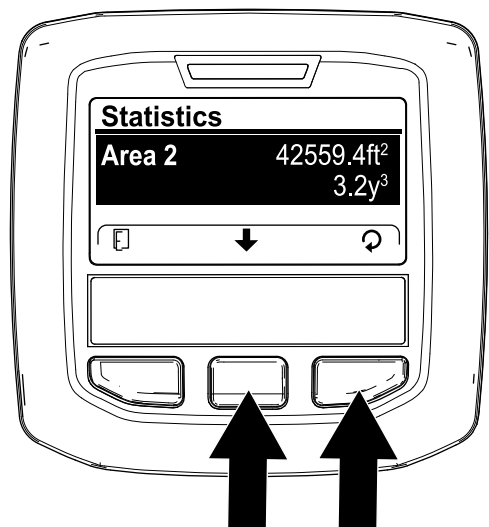

Bild 109
3. Drücken Sie im Bildschirm STATISTIK die mittlere InfoCenter-Taste, bis die Option BEREICH 2 ausgewählt ist (Bild 109).